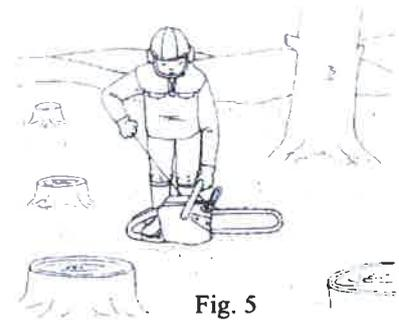

Fig. 5
- ❑ Au cours du lancement du moteur, il faudra veiller à bien poser la machine à terre, afin que l'exécutant ait un appui stable pour ses pieds (un des pieds faisant pression sur la poignée « face interne de la tronçonneuse. (Fig. 5)